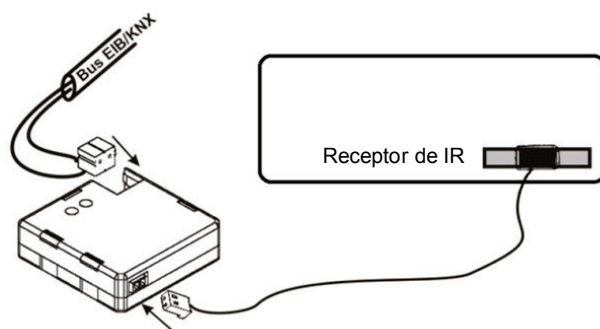

Figura 3. Conexión IRSC-Unidad de climatización
- **Pulsador de programación (3):** una pulsación corta sobre este botón sitúa al controlador en modo programación, con lo que el LED asociado (2) se ilumina en rojo. Si este botón se mantiene pulsado en el momento en que se aplica la tensión al bus, IRSC entra en modo seguro.
- **Emisor de IR (5):** cápsula de envío de órdenes infrarrojas hacia el aparato de aire acondicionado. Deberá adherirse al receptor de IR de la unidad de climatización a controlar (ver Figura 3).
- **Base del conector aéreo (6):** en este punto deberá insertarse el conector aéreo, a través del cual se enviarán las órdenes IR desde IRSC al aparato de aire acondicionado.
En la Figura 3 puede verse un esquema con la correcta ubicación del emisor IR de IRSC (5) en la unidad de climatización.